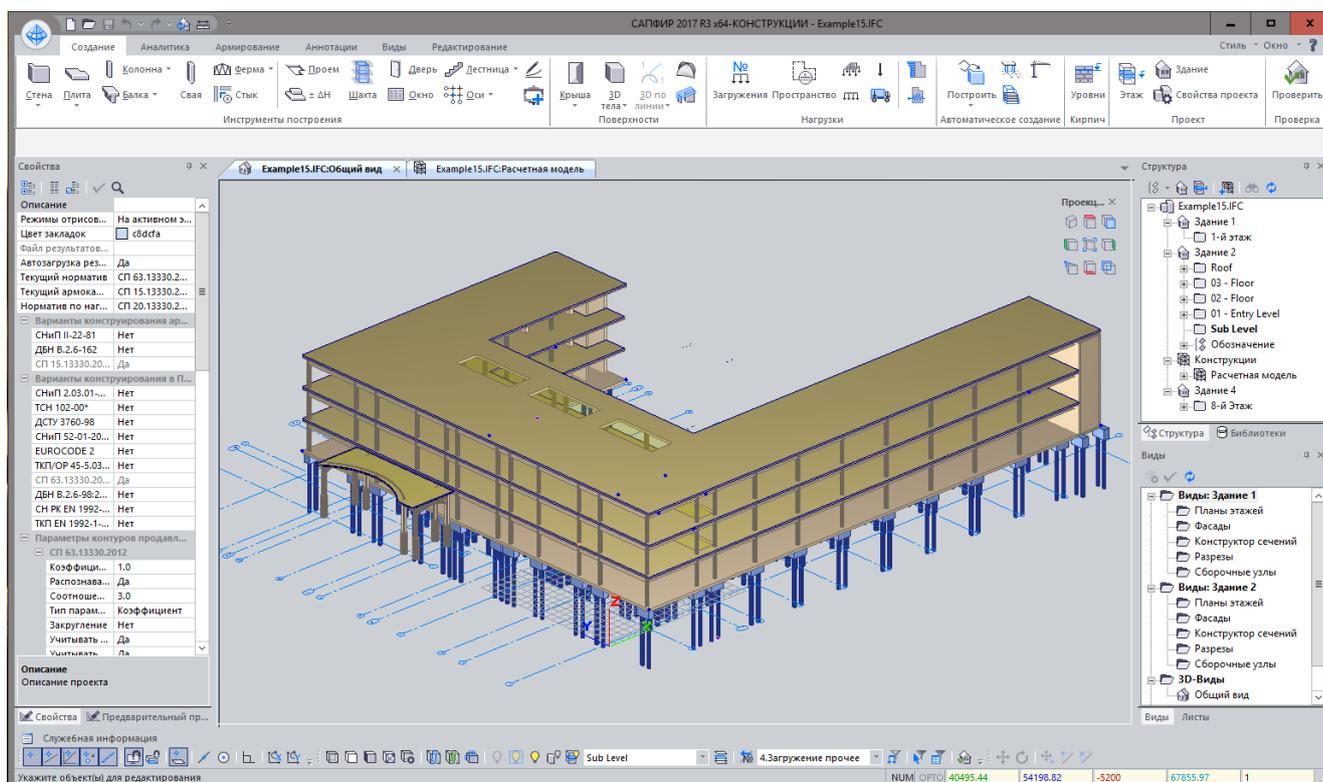

Рис.15.9. 3D модель в САПФИРе
- Переключитесь на ПК САПФИР 2017 и в диалоговом окне **Виды** щелкните по строке  **Общий вид** (рис.15.9).